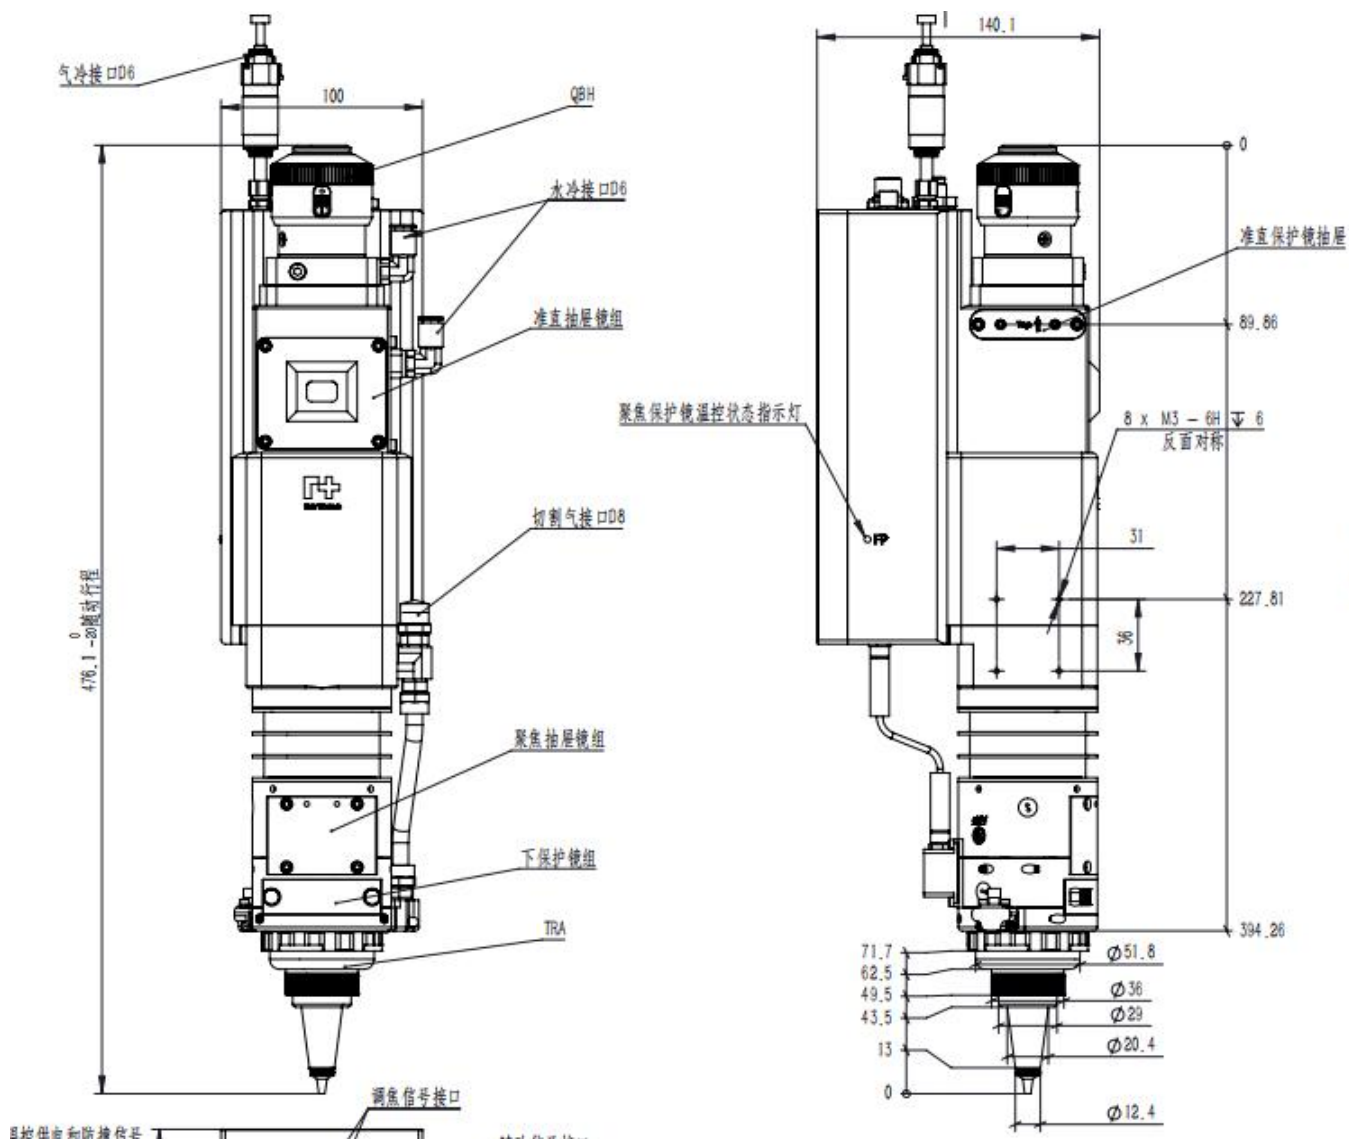

图 1.2 激光头示意图
(1) 如图下图 1.2、1.3、1.4、1.5 所示的激光头结构示意图